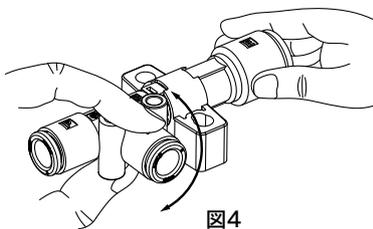

図4
②真空(V)ポートを旋回させる場合、アダプタを掴んで調整してください(図4)。